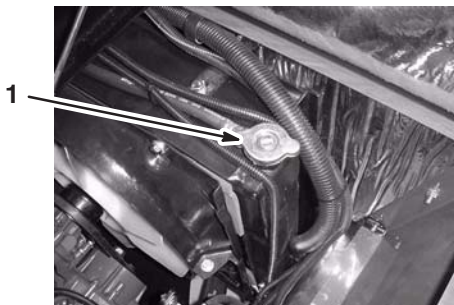

Figure 40
2. Lorsque le moteur est froid, retirez le bouchon du radiateur (Fig. 40).